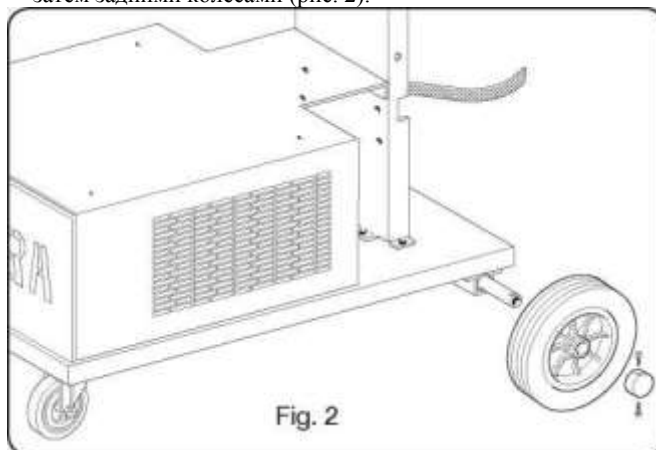

Fig.2	Рис. 2
- Все источники электропитания должны быть оснащены осью, а затем задними колесами (рис. 2).